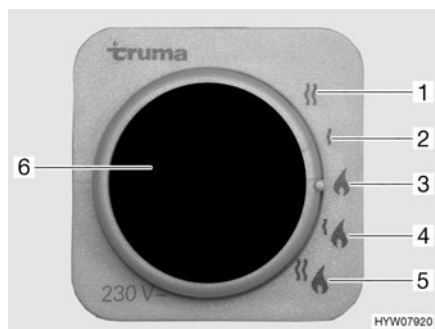

Fig. 151 Sélecteur de source d'énergie pour chauffage/chauffe-eau
- Régime au gaz (Fig. 151,3)
- Régime électrique 230 V avec des étages de puissance de 900 W (Fig. 151,2) ou de 1800 W (Fig. 151,1)
- Régime au gaz et électrique 230 V (régime mixte) avec des étages de puissance de 900 W (Fig. 151,4) ou de 1800 W (Fig. 151,5)
Le voyant de contrôle jaune (Fig. 151,6) s'allume si le régime électrique 230 V a été sélectionné.